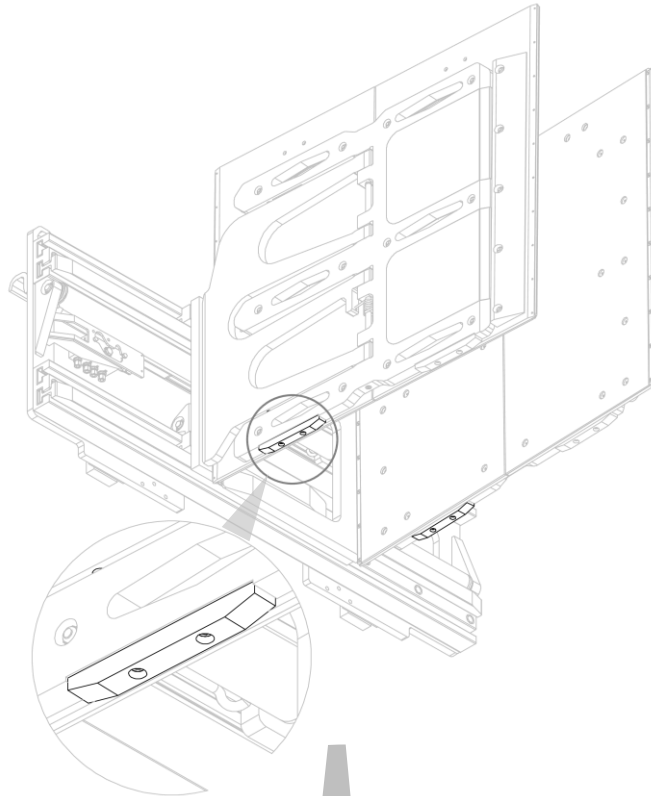

Figura 65
3. Rimuovere, uno per volta, i perni inferiori di fermo oscillazione, dopo aver temporaneamente rimosso i pattini anti-strisciamento. (vedi *Figura 65* e *Figura 66*).